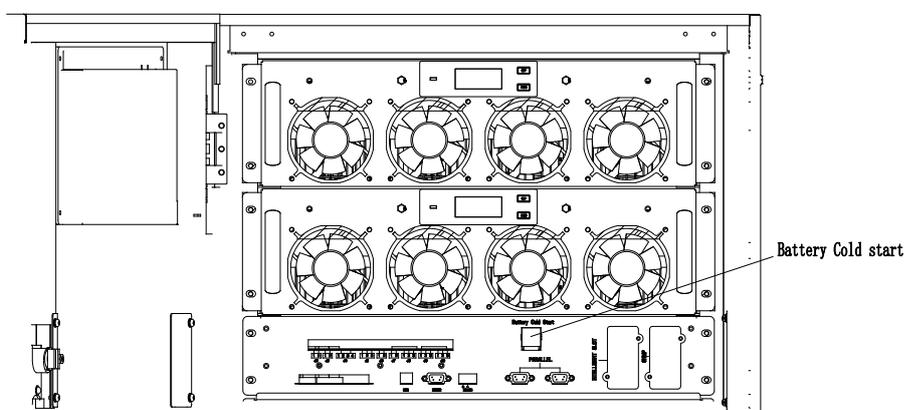

Fig.5-1 Postazione pulsante cold start
2. Premere il pulsante rosso di cold start (vedi fig. 5-1). Il sistema è alimentato dalla batteria.